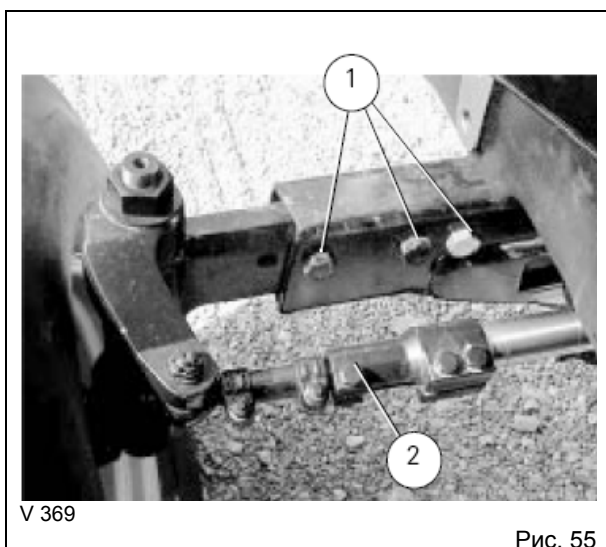

Рис. 55
2. Снимите три болта (1, рис. 55), крепящих каждый телескопический рычаг к балке моста и отпустите болт хомута телескопического гидравлического цилиндра (2, рис. 55).